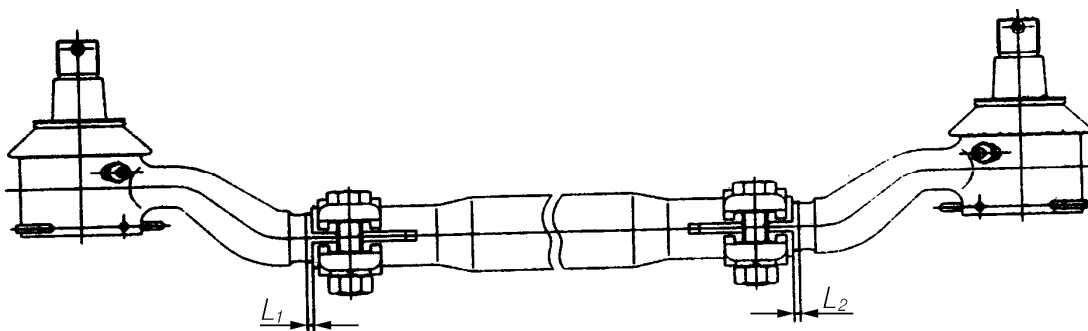

Рис. 10. Поперечная рулевая тяга
3. Перед установкой поперечной рулевой тяги в шарниры заложить смазку Литол-24. По завершении установки палец шарнира должен двигаться в любом направлении без заедания. Разница размеров L_1 и L_2 не должна превышать 3 мм (рис. 10).